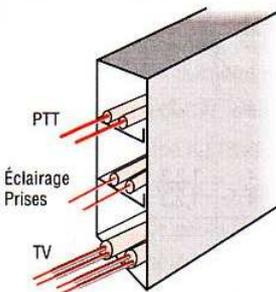
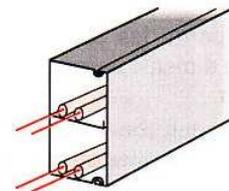
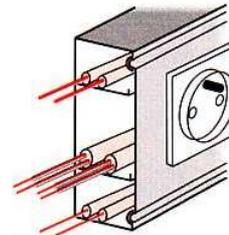

Fig. 5 : Plinthe plastique.
Fig. 3 : Moulure plastique.
Fig. 4 : Goulotte à parois pleines.
- en moulures (**fig. 3**), en plinthes (**fig. 5**), en goulottes (**fig. 4**), ou tout autre profilé,